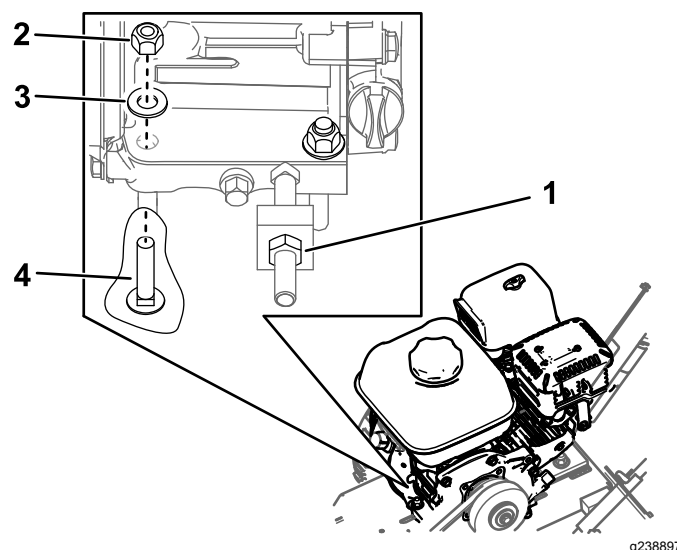

Figure 2
4 contre-écrous qui fixent le moteur au cadre (Figure 2).
3. Desserrez l'écrou de blocage sur le boulon de tension (Figure 2).